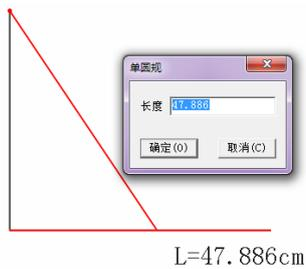

图 2-2-17 单圆规
(1) 单圆规：作从关键点到一条线上的定长直线。常用于画肩斜线、夹直、裤子后腰、袖山斜线等，如图 2-2-17 所示。